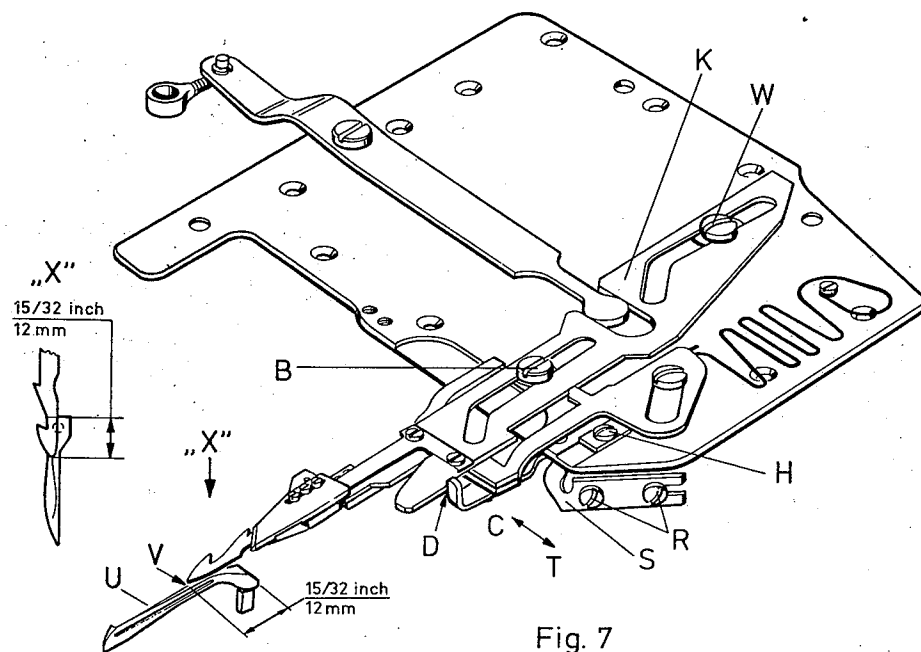
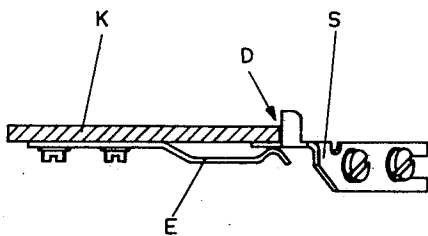
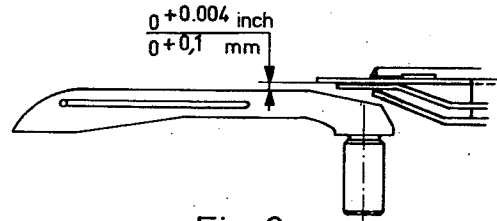

Fig. 7
Fig. 8
Fig. 9
- 6.1 Loosen screws (R, Fig. 7) and move guide (S) in direction of arrow to "T".
- 6.3 The lower knife tip and edge of looper (U, Fig. 7) coincide point (V, Fig. 7) when swinging lower knife to the left.
To obtain this setting loosen screw (W, Fig. 7) and rotate lower knife holder (K) around screw (B) until the lower knife tip is set correctly at point "V". Retighten screw (W).
- 6.1 Lösen Sie die Schrauben (R, Fig. 7) und schieben Sie die Seitenführung (S) in Pfeilrichtung nach "T".
- 6.3 Die Untermesserspitze und die Greiferkante (U, Fig. 7) decken sich während des Einschwenkens des Untermessers im Punkt (V, Fig. 7).
Zur Einstellung löst man die Schraube (W, Fig. 7) und dreht den Untermesserträger (K) um die Schraube (B) bis die Untermesserspitze in der richtigen Stellung bei "V" steht. Ziehen Sie die Schraube (W) wieder an.
- 6.4 Swing KLIPP-IT until the lower knife tip reaches point (V, Fig. 7). Now move guide (S, Fig. 7) in direction of arrow to "C" until it contacts the lower knife holder (K) at point "D" without deflecting it.
The height of the lower knife above looper blade (Fig. 9) can be adjusted simultaneously by lowering or raising guide (S, Fig. 8), as the guide (S, Fig. 8) is positioned between lower knife holder (K, Fig. 8) and spring (E, Fig. 8). Retighten screws (R, Fig. 7).
Note: Every time the screw (W, Fig. 7) is loosened for adjusting the lower knife tip, it is necessary to readjust the guide (S, Fig. 7).
- 6.4 Schwenken Sie den KLIPPAB ein bis die Untermesserspitze im Punkt (V, Fig. 7) steht. Jetzt schieben Sie die Seitenführung (S, Fig. 7) in Pfeilrichtung nach "C" bis sie im Punkt "D" am Untermesserträger (K), ohne zu drücken, anliegt.
Gleichzeitig wird mit der Seitenführung (S, Fig. 8), durch Verschieben nach oben oder unten, die Höhe des Untermessers über dem Greifferrücken eingestellt (Fig. 9), da die Seitenführung (S, Fig. 8) zwischen Untermesserträger (K, Fig. 8) und Feder (E, Fig. 8) liegt. Ziehen Sie die Schrauben (R, Fig. 7) wieder an.
Beachten Sie: Nach jedem Lösen der Schraube (W, Fig. 7) zum Einstellen der Untermesserspitze, muß die Seitenführung (S, Fig. 7) neu eingestellt werden.